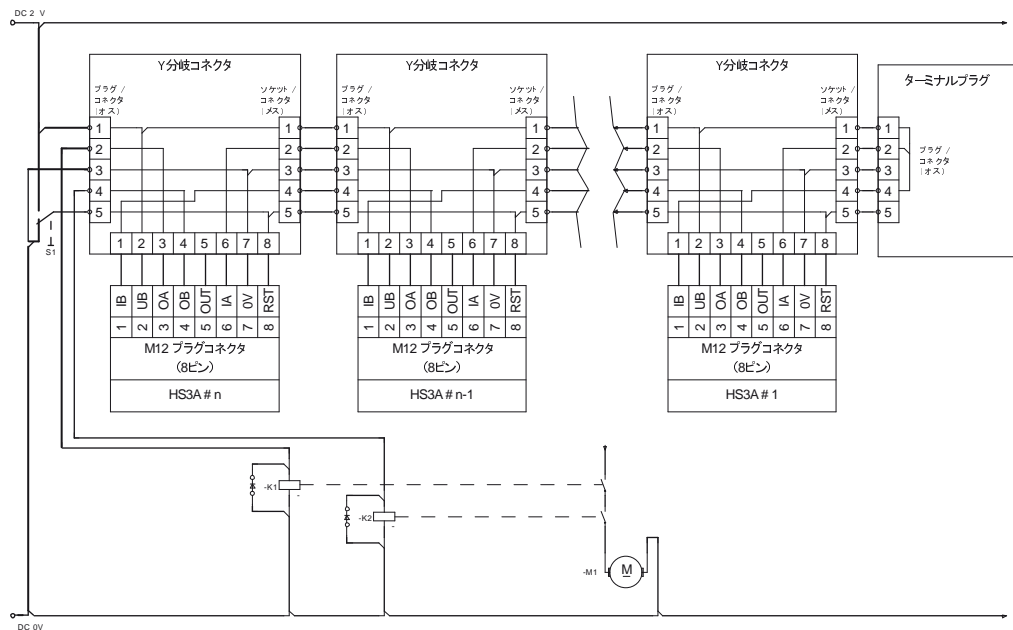

図9 直列接続の配線例
- ▶ RST入力には、直列接続されたすべてのHS3A形非接触安全スイッチに対して共通の信号を使用する必要があります。このためには、セレクトアスイッチを使用するか、制御機器からの出力を使用します。運転時、RST入力は常時GNDに接続されている必要があるため、押しボタンスイッチの使用は適していません（図9のスイッチS1参照）。
これを可能にするには、RST入力を19頁の図9に示すように接続する必要があります。